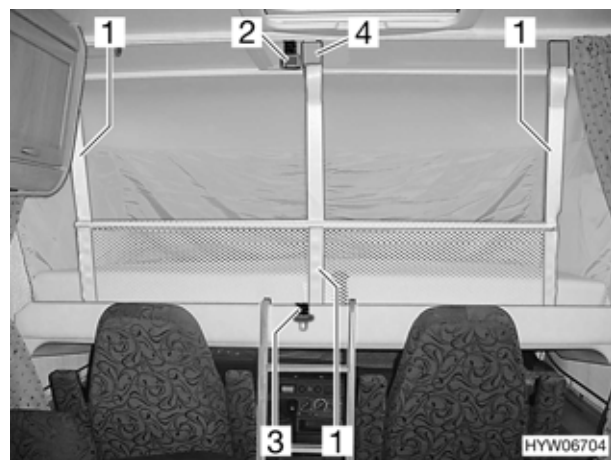

Fig. 67 Letto basculante con rete protettiva montata
- Staccare la cintura di ritegno (Fig. 67,3).
- Agganciare le cinture di ritegno (Fig. 67,1) ai ganci del soffitto (Fig. 67,4).
- Staccare le cinture di ritegno (Fig. 67,1) e sistemarle sotto il materasso.
- Assicurarle il letto basculante al soffitto (Fig. 67,2) mediante la cintura di ritegno (Fig. 67,3).